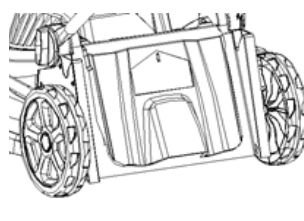

Рис. 27
- Закройте задний кожух (рис. 27).